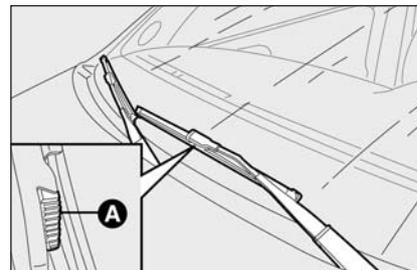

fig. 23
- appuyer sur les languettes **A-fig. 23** (placées sur les côtés de la brosse) et enlever du bras le balai;